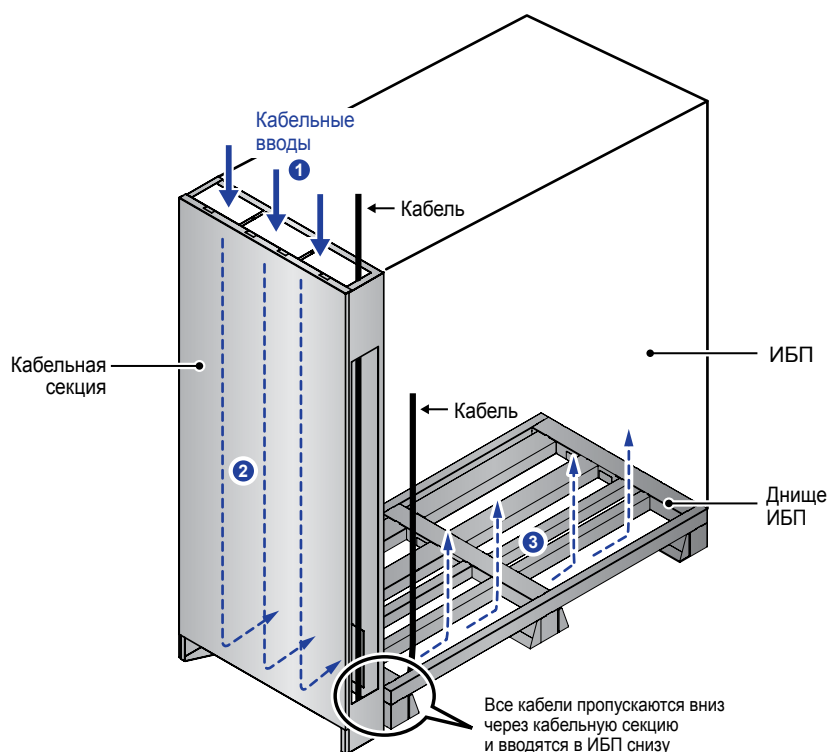

Рис. 6-9. Расположение кабельных вводов
- Местоположение кабельных вводов и схемы подключения кабелей см. на **Рис. 6-9~ 6-11**.